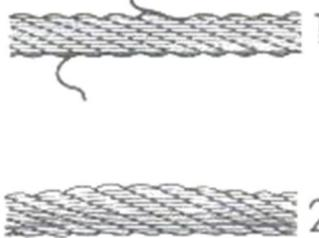

Abbildung 4. Prüfung des Seils: (1) – es ist verboten das Seil zu verwenden; (2) – das Seil ist einsatzbereit.
- Prüfen Sie regelmäßig den Zustand des Stahlseils (Abbildung 4).
- **Vor Betriebsbeginn, prüfen Sie ob das Seil richtig um die Trommel gewickelt ist (siehe Abbildung 4 und 5).**